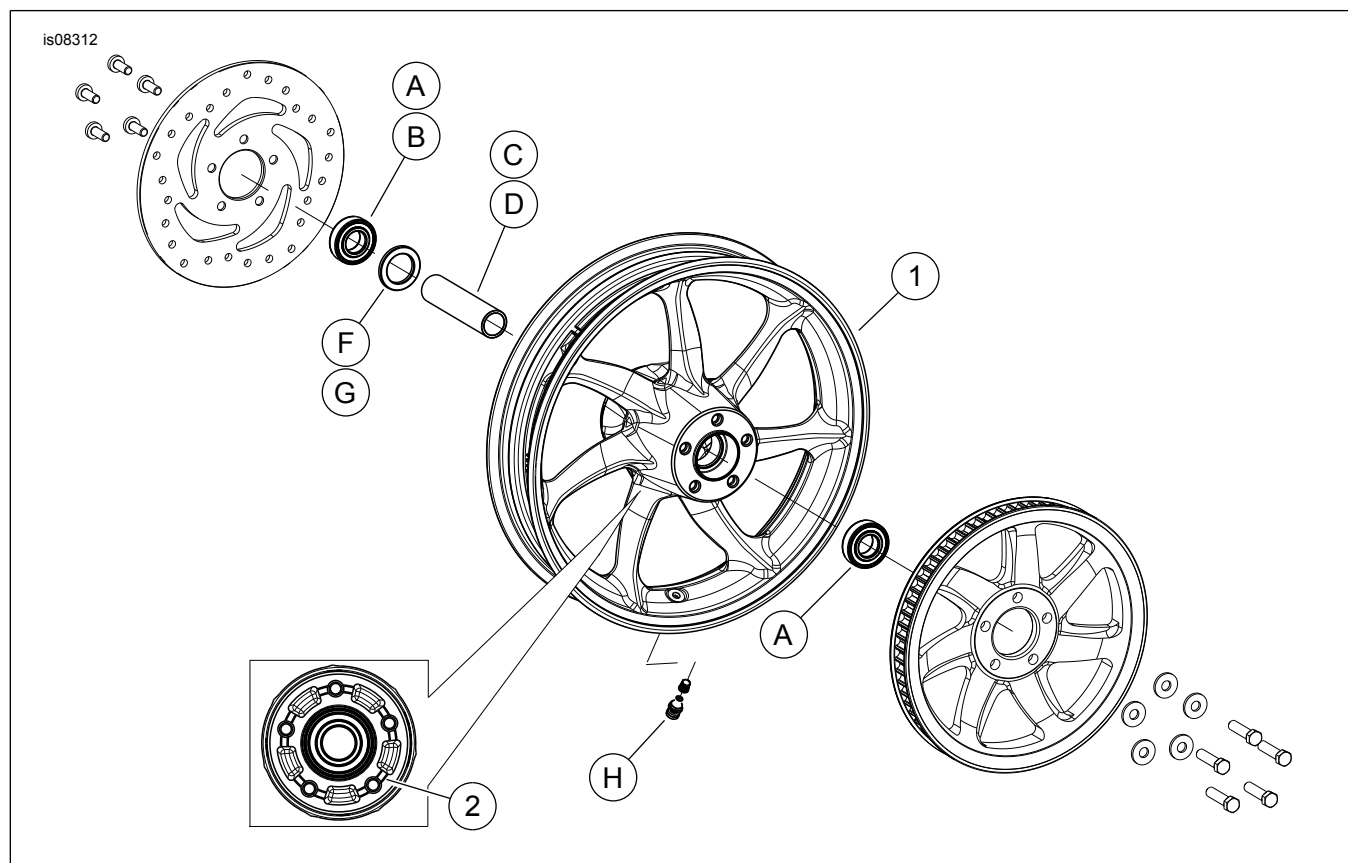

Figure 1. Pièces de rechange : roues arrière machette (roue de 16 pouces montrée)
Voir la figure 1. et Tableau 2.
2. Voir la figure 1. Poser l'ensemble de tige de valve (H) sur la roue. Voir PNEUS dans le manuel d'entretien.